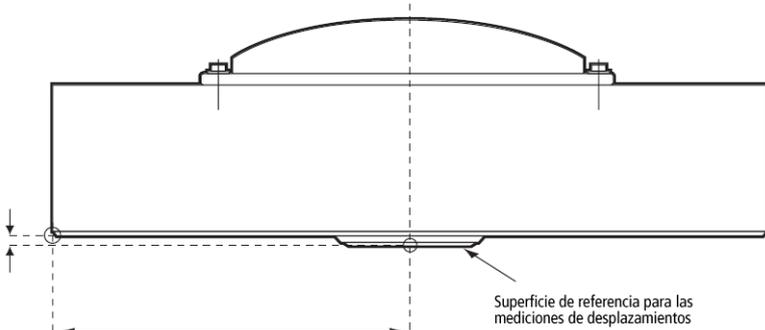

Figura 3-13. Medición de la altura de la antena – Ejemplo
1. Mida la altura (inclinada o vertical) de la antena sobre el punto de control o el marcador (Figura 3-13 en la página 3-21).